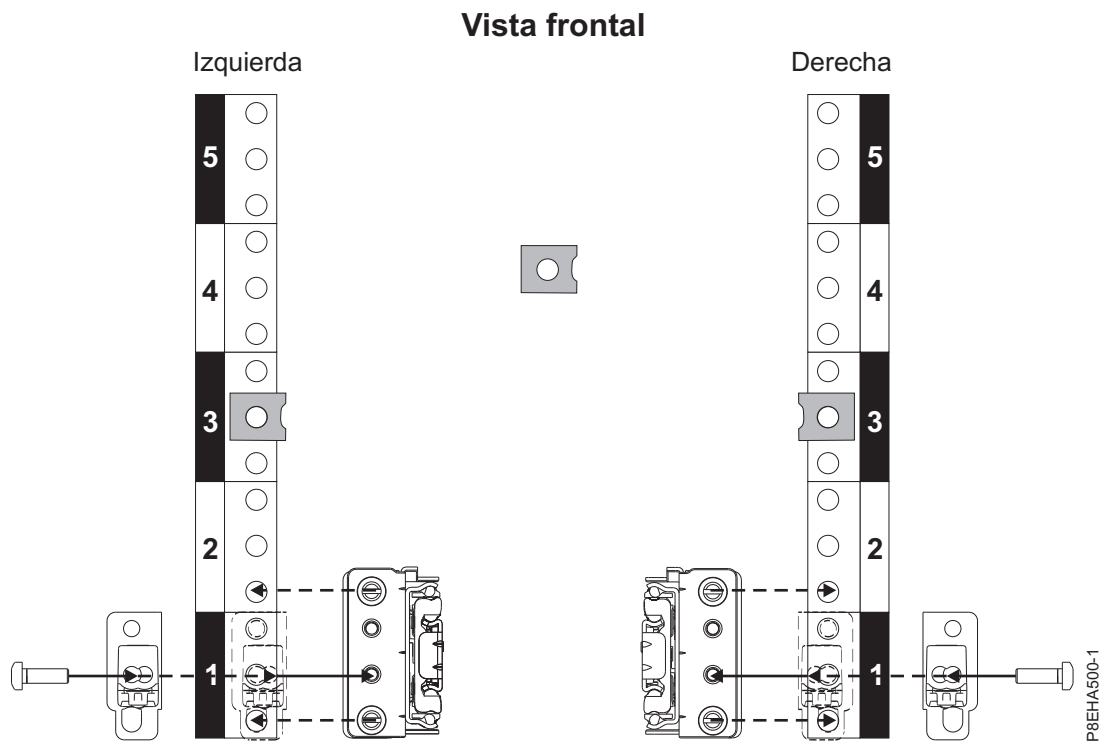

Figura 4. Fijación de los rieles deslizantes a la parte frontal del bastidor
3. En la parte frontal del bastidor, coloque el riel deslizante izquierdo (**C**) entre los estándares de montaje EIA del bastidor posterior y frontal del lado izquierdo, tal como se muestra en la Figura 4 en la página 5.
6. Coloque la abrazadera del pestillo de golpe (B) de forma que cubra el espacio del EIA frontal del riel deslizante tal como se muestra en Figura 4.
7. Utilice la herramienta hexadecimal T25 para fijar la abrazadera del pestillo de golpe al reborde del riel frontal con un tornillo de punta plana (A) M5 X 16 mm situado en el orificio del medio (1b) de la unidad de bastidor EIA tal como se muestra en Figura 4.
8. Repita los pasos de 2 en la página 4 a 7 para el riel deslizante derecho (D) tal como se muestra en Figura 4. El riel deslizante derecho se identifica mediante una R impresa en el interior de la ubicación frontal.
9. Fije los dos clips de tuerca (F) a las ubicaciones 3b de EIA respectivas de los estándares de EIA verticales frontales derecho e izquierdo, tal como se muestra en Figura 4.